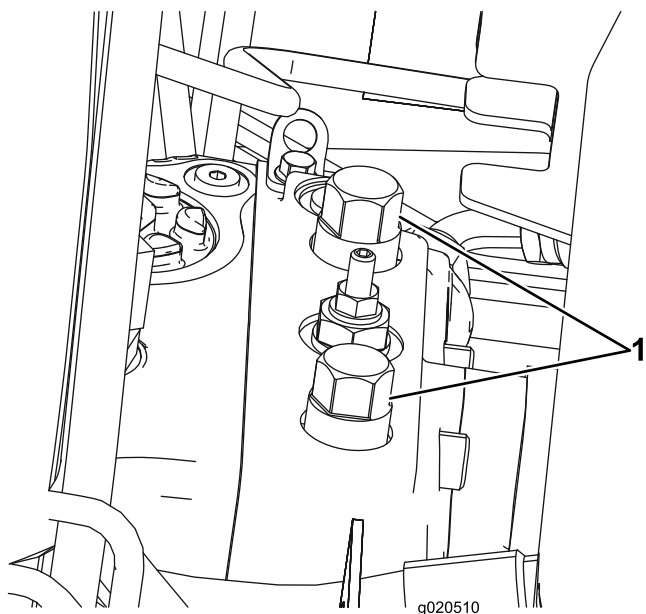

図 16
1. フードを開け、バッテリーボックスの後ろにあるポンプの上面についているバイパスバルブを探し出す 図 16。